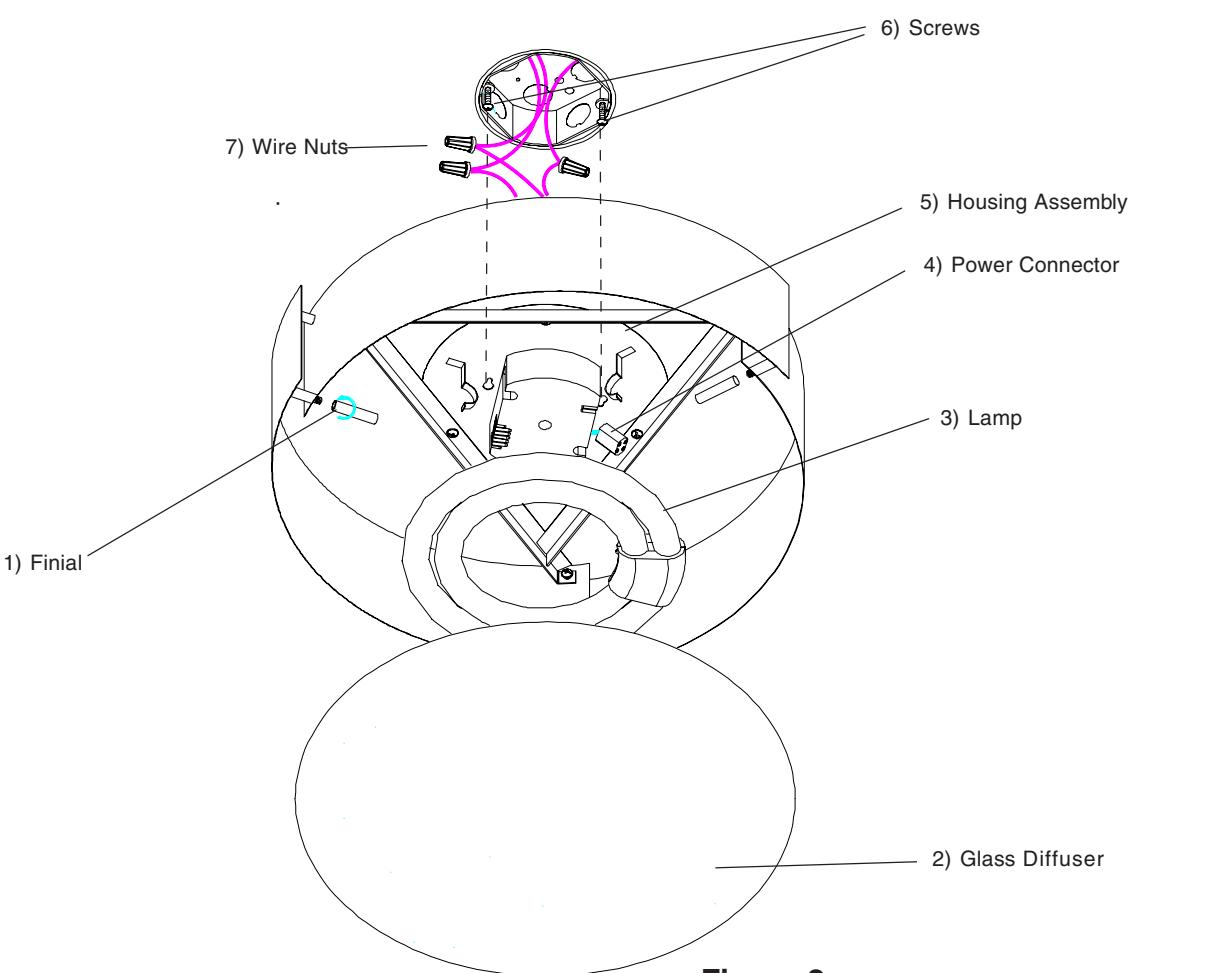
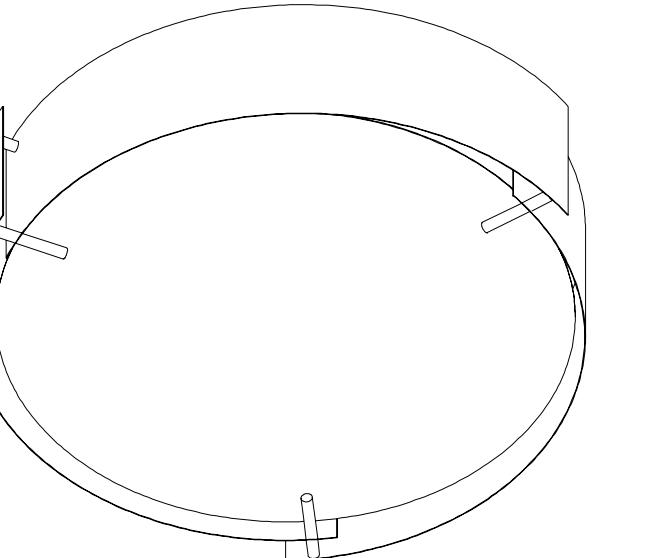

Figure 2
Figure 3
- Retirer les composants de l'appareil et tout emballage de pièces. S'assurer que toutes les pièces sont incluses. *Voir les fig. 2.*
- Visser les deux vis de 1,5 po (6) environ ¼ po dans les trous de la boîte de jonction. Voir la fig. 2.**
- L'alimentation coupée, soutenir fermement l'ensemble boîtier (5) et connecter le fil de terre vert de l'appareil au fil de terre nu en cuivre de la boîte de jonction à l'aide d'un capuchon de connexion (7). (Si le câblage d'alimentation ne comprend pas un fil de mise à la terre, consulter votre code d'électricité local et vérifier les méthodes conformes de mise à la terre). Voir la fig. 2.**
- Employer les capuchons de connexion (7) pour connecter le fil noir de l'appareil au fil noir d'alimentation et le fil blanc au fil blanc d'alimentation. Voir la fig. 2.**
- Placer les encoches en trou de serrure de l'ensemble boîtier (5) sur la tête des vis de la boîte de jonction. Tourner l'ensemble boîtier dans le sens de rotation horaire et serrer les vis pour le fixer au plafond.**
- Pour installer la lampe 55W 2C (3), poser le connecteur (4) dans la douille de connexion de la lampe. Placer la lampe sur deux des trois agrafes, pousser délicatement la lampe sur la troisième agrafe tout en la tirant légèrement vers l'arrière. Voir la fig. 2.**
- Pour installer le diffuseur en verre (2), enlever un faîteau (1) de l'intérieur de l'ensemble boîtier. Soulever le diffuseur en verre (2) jusqu'à l'ensemble boîtier et appuyer le verre sur les deux faîteaux restants. Remettre le faîteau afin de soutenir le diffuseur en verre. Centrer le diffuseur en verre de manière à ce qu'il s'appuie sur les faîteaux. Voir les fig. 2 et 3.**
1. Remove fixture components and parts pack(s). Check that all parts are included. See Fig. 2.
2. Install two 1.5" Screws (6) about 1/4" into holes in junction box. See Fig. 2.
3. With the power turned off, hold the fixture Housing Assembly (5) firmly and connect the green ground wire from the fixture to the bare copper ground wire from the junction box using a Wire Nut (7). (If house wiring does not include a ground wire, consult your local electrical code for approved grounding methods). See Fig. 2.
4. Use Wire Nuts (7) to connect black fixture wire to the black power supply wire and white fixture wire to the white power supply wire. See Fig. 2.
5. Align keyholes in fixture Housing Assembly (5) over the screw heads in junction box. Rotate clockwise and tighten screws to secure Housing Assembly against ceiling. See Fig. 2.
6. To install 55W 2C Lamp (3), plug Power Connector (4) into the lamp power receptacle. Position Lamp over two lamp clips and gently push Lamp over the third clip while pulling the clip slightly back. See Fig. 2.
7. To install Glass Diffuser (2), remove one Finial (1) from inside of Housing Assembly. Lift Glass Diffuser (2) up into Housing Assembly and rest glass on remaining two Finials. Re-install Finial to support Glass Diffuser. Center Glass Diffuser to rest on Finials. See Fig. 2 & Fig. 3.
1. Remueva los componentes del luminario y el(s) paquete(s) de piezas. Asegure que todas las piezas estén incluidas. **Vea Fig. 2.**
2. Instale dos Tornillos 1.5" (6) alrededor de 1/4" en los agujeros de la caja de ensambladura. **Vea Fig. 2.**
3) Con la electricidad apagada, sostenga la cacerola del luminario (4) firmemente y conecte el alambre verde de conexión a tierra del luminario al alambre desnudo de cobre de la caja de ensambladura usando un capuchón de alambres. (Si el alambrado de la casa no incluye un alambre de hacer tierra, consulte su código eléctrico local para métodos aprobados de hacer tierra. Vea Fig. 2.
4. Use Capuchones de Alambres (7) para conectar el alambre negro del luminario al alambre negro de suministro eléctrico y el alambre blanco del luminario al alambre blanco de suministro eléctrico. Vea Fig. 2.
5. Coloque los "keyholes" del Montaje de la Carcasa del luminaria (5) sobre las cabezas de los tornillos en la caja de ensambladura. Gire hacia su derecha y apriete los tornillos para asegurar el Ensamblaje de la Carcasa contra el techo. Vea Fig. 2.
6. Para Instalar la Lámpara 55W 2C (3), enchufe el Conector de Suministro de Electricidad (4) al receptáculo de la lámpara. Posicione la Lámpara sobre dos grapas de lámparas y empuje suavemente la Lámpara sobre la tercera grapa al mismo tiempo jalando la grapa levemente hacia atrás. Vea Fig. 2.
7. Para instalar el Difusor de Cristal (2), quite un Finial (1) de adentro del Ensamblaje de la Carcasa. Levante el Difusor de Cristal (2) hacia arriba dentro del Ensamblaje de la Carcasa dejar descansar el cristal en los Finiales restantes. Vuelva a instalar el Finial para sostener el Difusor de Cristal. Centre el Difusor de Cristal para descansar en los Finiales . Vea Fig. 2 & Fig. 3.